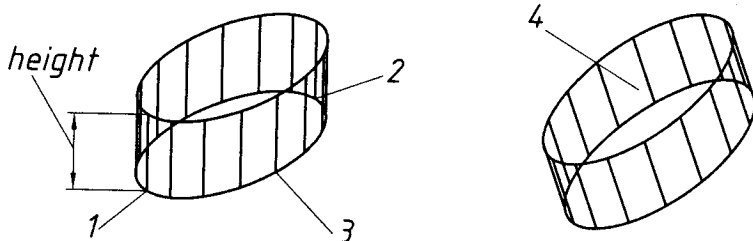

Рис. 14.5
**Опція Elliptical.** При виборі цієї опції виводиться запит: Specify axis endpoint of ellipse for base of cylinder or [Center]:. Якщо у відповідь вказати точку (т.1 на рис. 14.5), то AutoCAD запропонує задати протилежну кінцеву точку осі еліпса, що лежить в основі циліндра: Specify second axis endpoint of ellipse for base of cylinder: (т.2 на рис. 14.5). Далі йде запит Specify length of other axis for base of cylinder:, що потребує задання відстані від центра еліпса до кінцевої точки його другої осі (т.3 на рис. 14.5). У відповідь на наступний запит (Specify height of cylinder or [Center of other end]:) потрібно вказати висоту циліндра або вибрати опцію Center of other end, щоб задати кінцеву точку осі циліндра (т.4 на рис. 14.5). На рис. 14.5 показані обидва варіанти побудови еліптичного циліндра. Як бачимо,